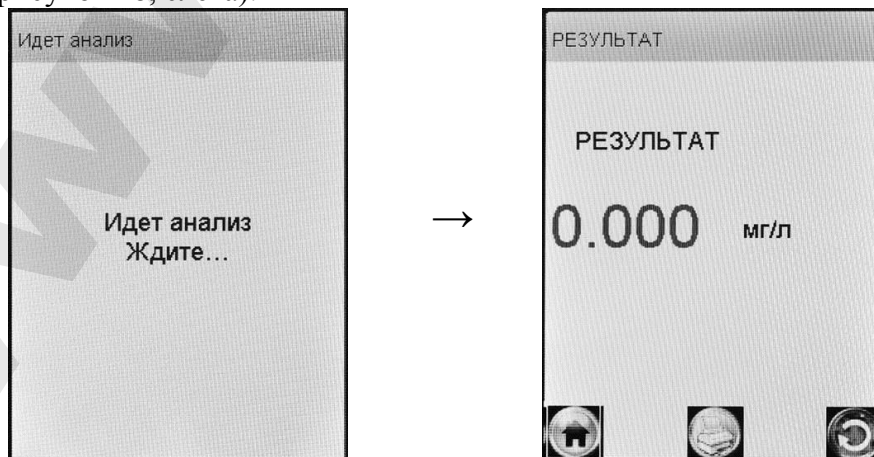

Рисунок 18 – Предъявление результата измерения
2.7.14 После отбора пробы воздуха производится измерение массовой концентрации паров этанола в отобранной пробе, при этом на экране отображается сообщение «**Идет анализ Ждите...**» (рисунок 18, слева).
После того как анализ пробы произведен, в сопровождении щелчка срабатывания заборной системы, на экране предьявляется результат измерения массовой концентрации паров этанола (алкоголя) в отобранной пробе выдыхаемого воздуха (рисунок 18, справа).